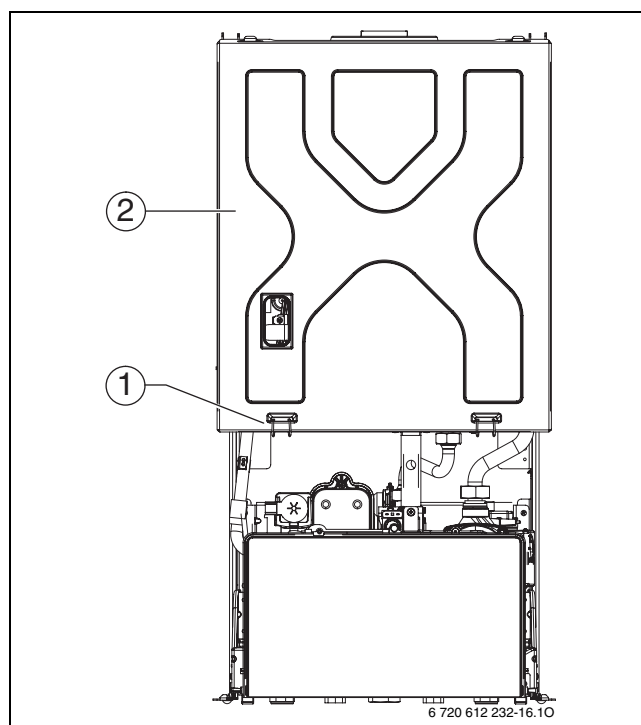

Fig. 81 Aprire il vano bruciatore
- Rimuovere le due graffe (1) e togliere il coperchio del vano bruciatore (2) sollevandolo verso l'alto (→ fig. 81).